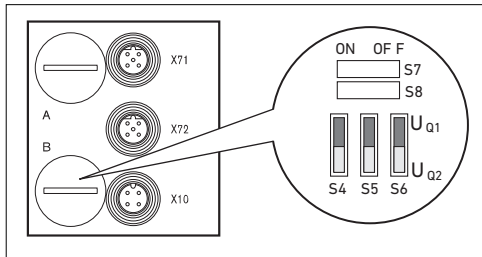

Abb. 9: Schalter S4, S5, S6 für die Zuordnung der Ventilversorgungsspannungen (Uq1, Uq2)
Die Schalter S4, S5 und S6 für die Zuordnung der Ventilversorgung befinden sich unter der PG-Verschraubung **B** (siehe Abbildung 9). Jedem Schalter sind zugeordnet:
1. Öffnen Sie die untere Schraubkappe **B** (siehe Abbildung 9 auf Seite 34).
2. Ordnen Sie mit Hilfe der Schalter S4, S5 und S6 jeder Ventilgruppe eine der beiden Versorgungsspannungen Uq1 oder Uq2 zu (siehe Abbildung 9 auf Seite 34 und Abbildung 10 auf Seite 41).